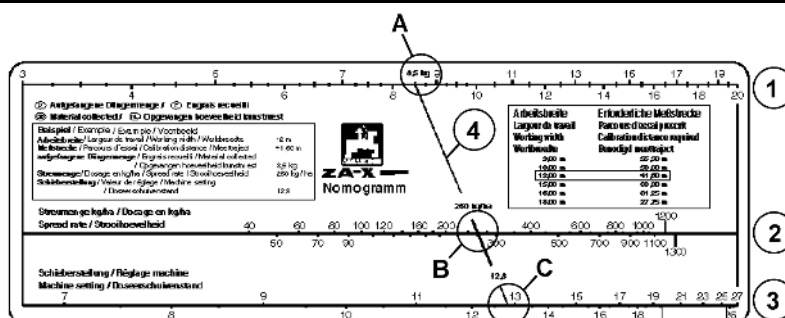

图 66
2. 松开夹紧杆（图 66/2）。
3. 在刻度盘（图 66//1）上可查找在撒播表中获取的或通过校准装置测得的刻度值，以用于设定滑门位置。
4. 将指针（图 66/3）的读取边（图 66/4）设置为该刻度值。
5. 重新拧紧夹紧杆（图 66/2）。